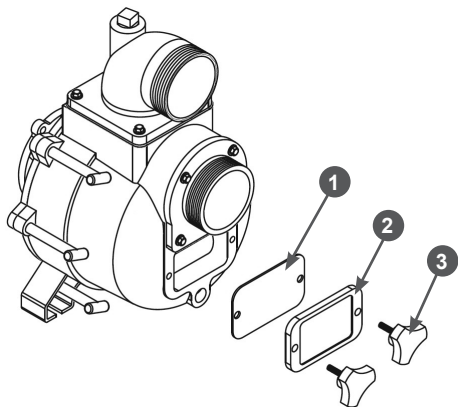

Рис. 24 Обслуживание водяного насоса
3. Открутите винты 3 крепления лючка и снимите лючок 2 корпуса насоса (Рис. 24).